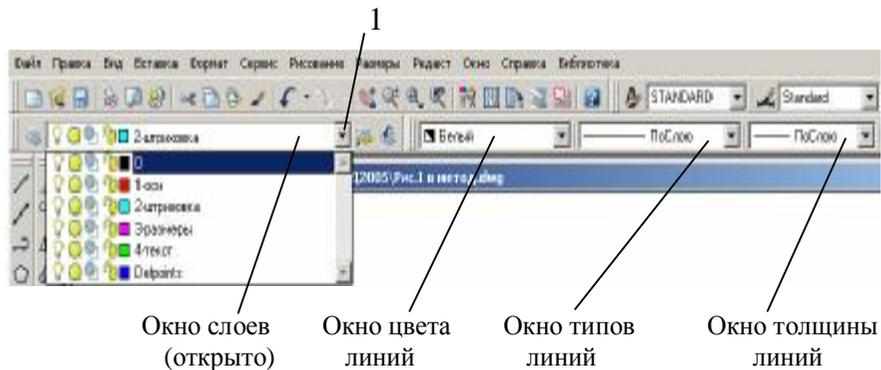

Рис. 14.
На эти типы линий у нас уже запрограммированы слои. Переключение слоев осуществляется в окне слоев на панели свойств объектов (рис.14).
*Внимание!* Для того, чтобы настройки запрограммированных слоев действовали, необходимо в окнах цвета, типов и толщины линий (см. рис.14) установить **ПоСлою**.
1. Выделим ось; откроем окно слоев на панели свойств объектов (см. рис. 14).